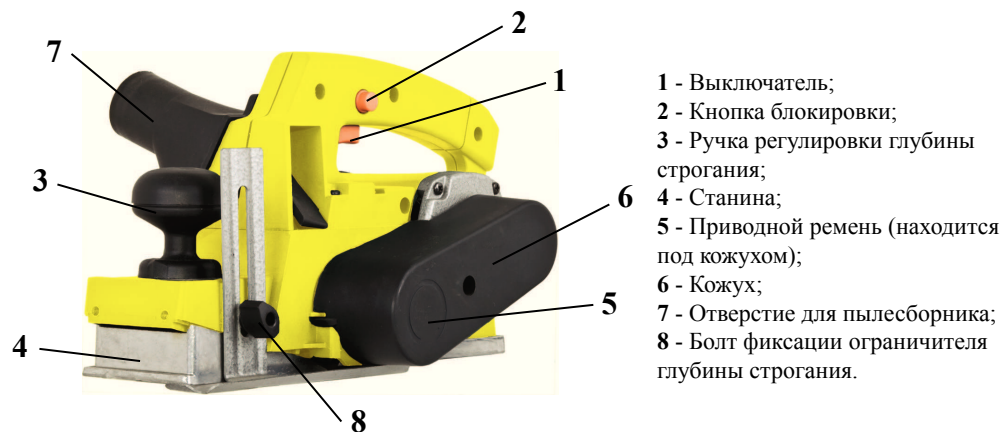

рис. 1
4.1 Внешний вид рубанка представлен на рис. 1
7.3 Вращением ручки 1 (рис. 1) установить необходимую глубину строгания. Максимальную глубину следует устанавливать при черновом обдирочном строгании. При окончательной обработке устанавливайте незначительную глубину строгания.